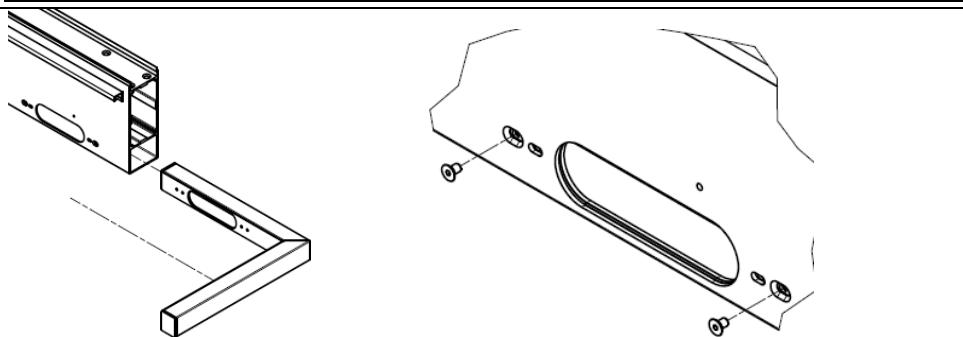

Abbildung 32
6. An einem Ende jedes Querträgers auf der Seite ohne geplanten Pfosten einen Winkelüberlauf anbringen (Abb. 32).
8. Vermeiden Sie beim Einschieben ein Abstreifen der Dichtungsschicht und bringen Sie das EPDM erst nach dem Ausrichten der Konturen der Aussparung an der Wand des Trägers an. Mit 2 Kegelschrauben M5x8 (in den äußeren Öffnungen der Bohnen mit Vertiefungen) festziehen (Abb. 32 rechts).
14. Vermeiden Sie beim Einschieben ein Abstreifen der Dichtungsschicht und drücken Sie das EPDM erst nach dem Ausrichten der Konturen der Aussparung an die Wand des Trägers. Mit 2 Kegelschrauben M5x8 (in den äußeren Aussparungen mit Vertiefungen) festziehen (siehe Abb. 32 rechts).